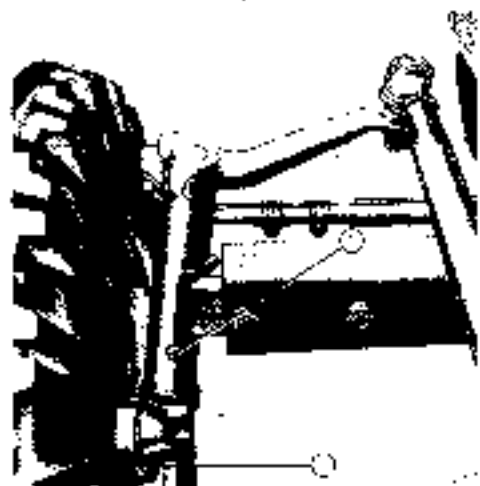
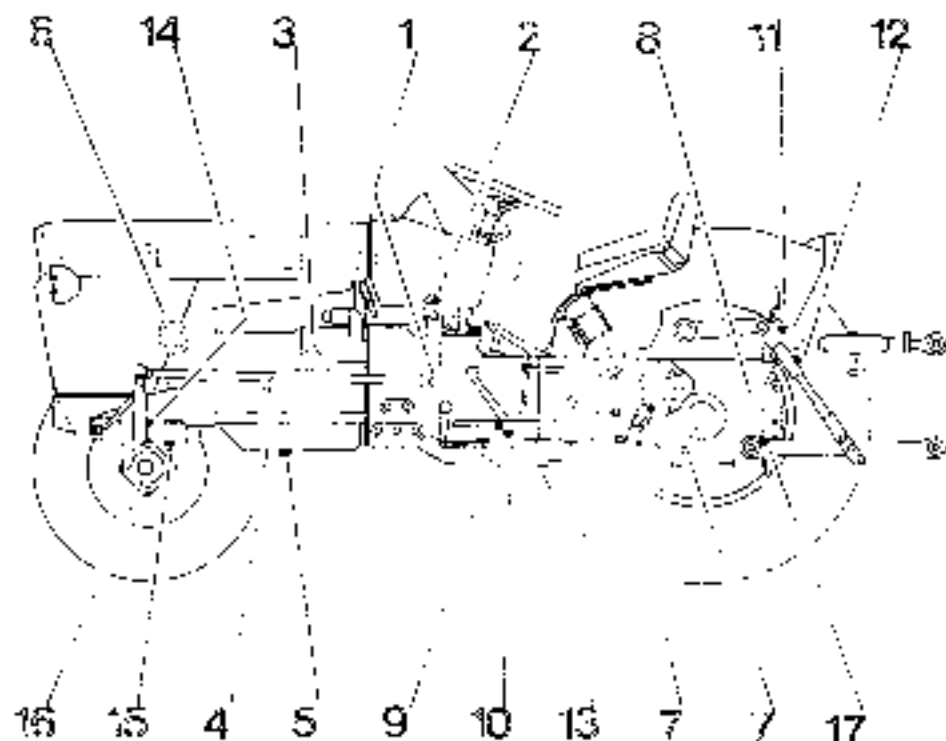

Fig. 20
Fig. 22
#### MOZZI (2 fig. 20)
Ogni 20 ore: Ingrassaggio (1 fig. 20)
Ogni 20 ore: Ingrassare il tirante di sollevamento destro (8 fig. 11), le boccole dell'albero portastergo (17 fig. 20), la coppia di ingrassaggi (5 fig. 10) e la relativa leva di regolazione tirante ad avvertimento destro (4 fig. 15).
## PUNTI DI LUBRIFICAZIONE (Fig. 22)
- Cambio olio motore (4 e 5 fig. 22)
- Cambio olio cambio-differenziale (7 e 8 fig. 22)
- Cambio olio stazione automatica di controllo (7 e 8 fig. 22)
Controlla livello olio motore (4 fig. 22).
Ingrassaggio quadrante ruggispinta frizione (1 fig. 22)
Ingrassaggio perno centrale oscillazione assale anteriore (15 fig. 22) o perno anteriore (3 e 4 fig. 20)
Ingrassaggio perni pedali e perni leve innesto freni (16 fig. 22).
Ingrassaggio coppia ingranaggi (11 fig. 22) tranto di sollevamento destro.
Ingrassaggio tranto sollevamento s.e.o. (12 fig. 22)
Ingrassaggio albero portastegoli (17 fig. 22).
(Solo 2 RM) ingrassaggio pivote ruote (4 fig. 22)
Cambio olio motore (4 e 5 fig. 22)
Controllo livello olio cambio-differenziale (8 fig. 22)
Controllo livello olio stazione automatica di controllo (7 fig. 22).
(Solo 2 RM) lavaggio e ingrassaggio cuscinetti mozzi ruote anteriori (4 fig. 22).
(Solo 4 RM) cambio olio differenziale anteriore (1 e 2 fig. 22)
Controllo livello olio sterzo s.e.o. (2 fig. 22)
Cambio olio cambio-differenziale (7 e 8 fig. 22)
Cambio olio stazione automatica di controllo (7 e 8 fig. 22)